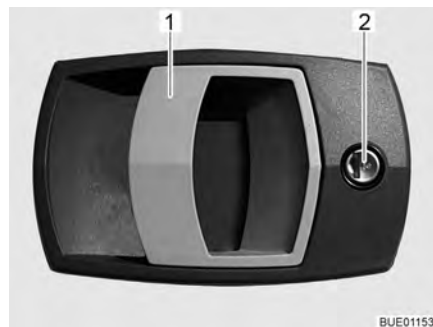

Fig. 26 Serrure de la porte cellule, à l'extérieur
- Insérer la clé dans le barillet (Fig. 26,2) et la tourner jusqu'à ce que la serrure de la porte soit déverrouillée.
- Tirer sur la poignée de la porte (Fig. 26,1). La porte est ouverte.
- Insérer la clé dans le barillet (Fig. 26,2) et la tourner jusqu'à ce que la serrure de la porte soit verrouillée.